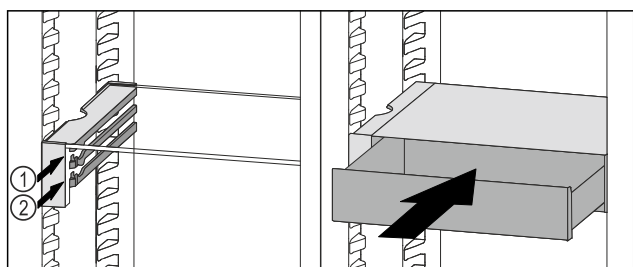

Fig. 114
- Nasadte zásuvku VarioSafe za zářezky na požadovaném žebro Fig. 114 (1) nebo Fig. 114 (2).